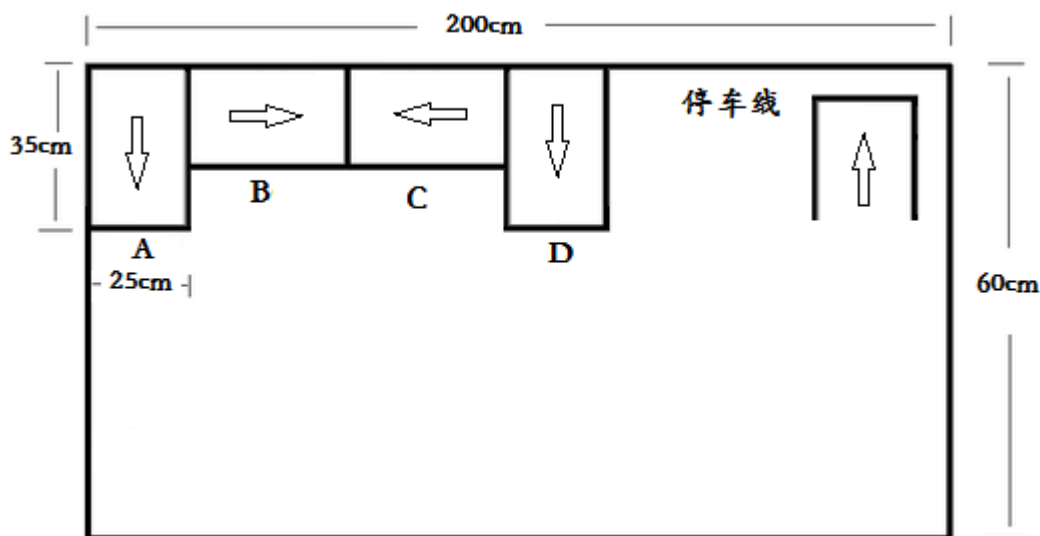

图 1 泊车系统车库分布示意图
设计一个智能小车自动泊车系统，泊车系统如图 1 所示。
2. 车库以黑胶带在地板上（3~4cm）标出，参考尺寸如图 1 所示。